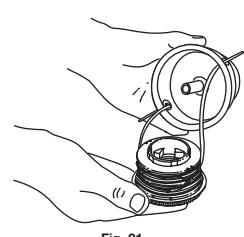

Fig. 21
3. Inserte los extremos de la línea de corte del nuevo carrete interior dentro de los ojalillos de la bobina exterior (Fig. 21). Coloque el nuevo carrete interior con la flecha hacia arriba dentro de la bobina exterior.